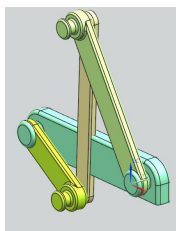

рис.29
- Задав движитель в другом шарнире, вы можете спокойно повернуть механизм. Но, при этом материал одной детали спокойно “залезет” в материал другой детали (рис.29, 30), и ничто нам об этом не просигнализирует! Чтобы как-то застраховать себя от подобных ситуаций нужно предпринять дополнительные усилия, о чем мы расскажем в следующем параграфе.